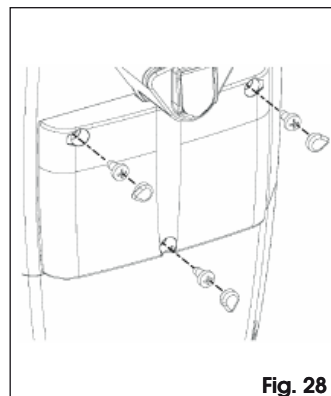

Fig. 28
•Una volta ultimata la programmazione della centrale e controllato il corretto funzionamento dell'automazione, chiudere il vano centrale con le tre viti in dotazione e posizionare i tappi di copertura come indicato in Fig. 28.